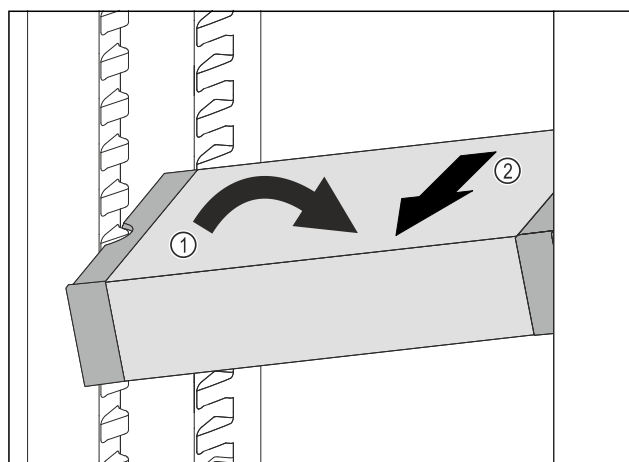

Fig. 133
- ▶ Plasser VarioSafe skrått i kjøleskapet. Fig. 133 (1)
- ▶ Ta ut VarioSafe ved å trekke den forover. Fig. 133 (2)